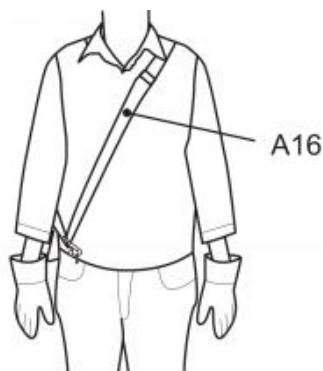

Fig. 33
2. Plaats het harnas (A16) zo dat het over de linkerschouder loopt, de borst en rug kruist. De bevestigingsclip (A18) moet zich op de rechterheup bevinden (fig. 33).